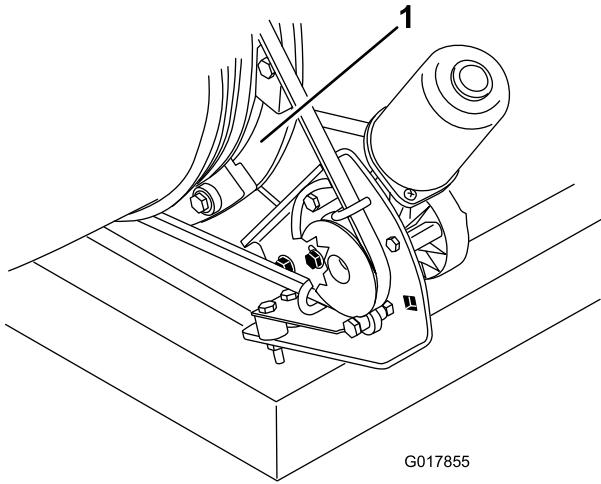

Figura 38
2. Elimine cualquier acumulación de hierba, suciedad o residuos de alrededor de las guías de la tobera y entre ellas (Figura 38).